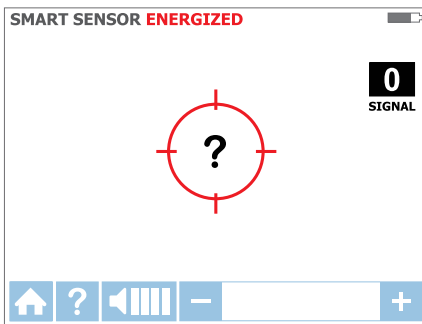

Figure 3.1c
3. Tenez le récepteur avec le capteur intelligent à l'arrière de l'unité orientée vers la zone cible. Si un « ? » dans une cible rouge clignote à l'écran, aucun signal n'est détecté. Approchez le capteur intelligent de la zone cible jusqu'à ce que le signal soit détecté et que vous visualisiez une flèche directionnelle. Si aucun signal n'est détecté, augmentez la sensibilité à l'aide du bouton « + » du récepteur. (voir Figure 3.1c)\*